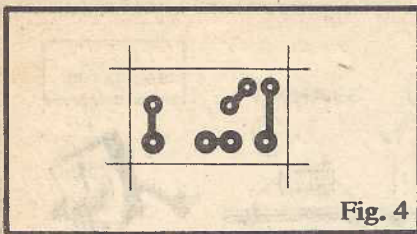

Fig. 4
- **FIG. 4** - É aqui que "mora o segredo"... O chamado **lay out** do Circuito Impresso mostra justamente, em **tamanho natural**, sem-
lado” do próprio **lay out** (fig. 4, no caso...). Assim as relações visuais direita/esquerda ou em cima/em baixo, estão sempre **invertidas** no chapeado (em relação à distribuição vista no **lay out**), assim como uma “visão no espelho”. Quem esquece disso (e esse esquecimento é **muito** comum entre os iniciantes...) se atrapalha todo na hora de confeccionar ou montar uma placa de Circuito Impresso! Outros aspectos a serem considerados, dentro das normas que ABC usará **SEMPRE**, nas informações visuais contidas nas futuras Revistas/Aulas: